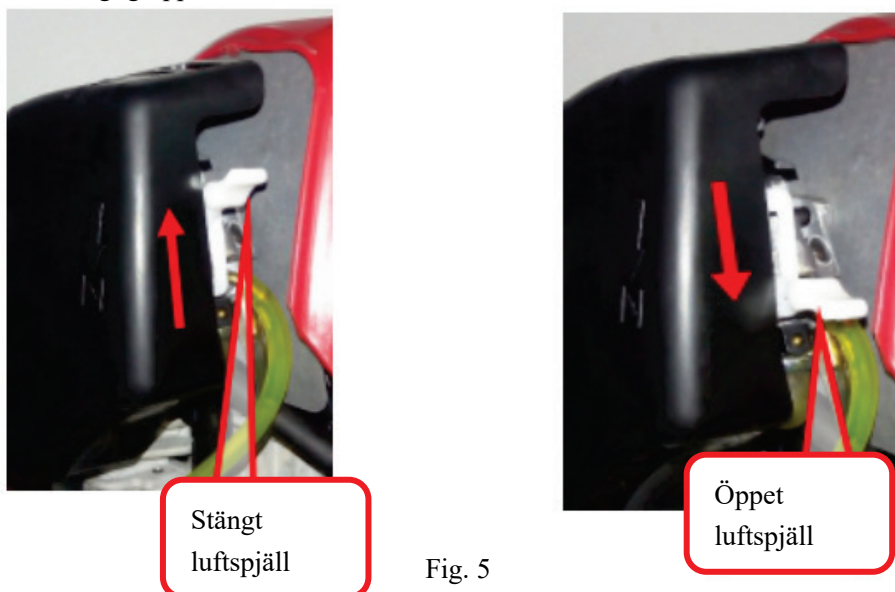

Fig. 5
5.1 Innan du startar maskinen, tryck flera gånger på den genomskinliga halvcirkelformade primerblåsan tills förgasaren är fylld med bränsle. (Stäng luftspjället om motorn är kall. Öppna luftspjället efter start enligt fig. 5.)